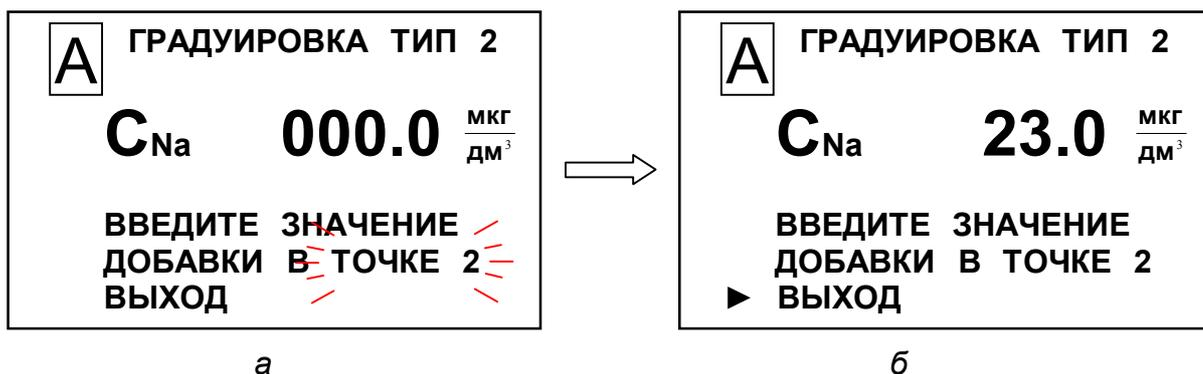

Рисунок 2.38
- 30 Установить маркер «►» на строку **ВЫХОД** (рисунок 2.38б) и нажать кнопку « $\frac{\text{МЕНЮ}}{\text{ВВОД}}$ ». Появится экран в соответствии с рисунком 2.39а.